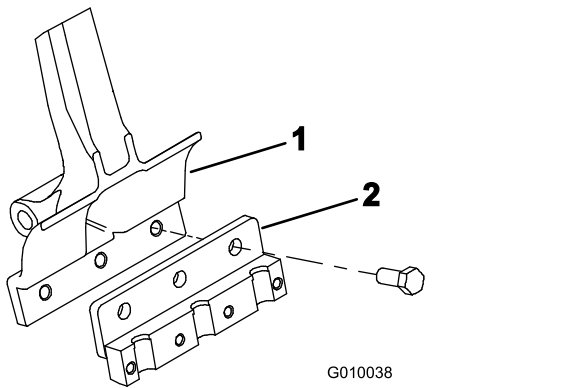

图23
3. 用 3 个螺栓（ $\frac{1}{2} \times 1\frac{1}{4}$ 英寸）将打孔针夹头固定到各个打孔针臂（图23）。上紧螺栓扭矩至 $101.6\text{N} \cdot \text{m}$ 。